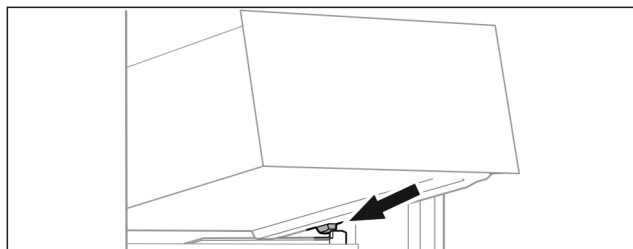

Fig. 113
- Założyć szufladę pod skosem za stoperami na żebro pojemnika. (patrz Fig. 113)